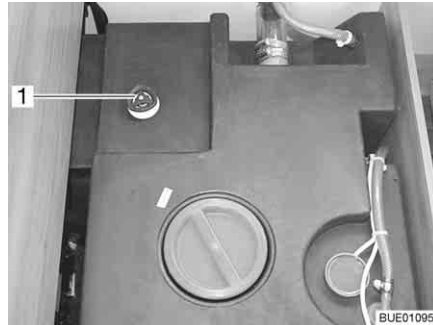

Bild 170 Vattentank med ratt
- Vrid ratten (Bild 170,1) på vattentanken medurs till stoppläget.
- Vrid ratten (Bild 170,1) på vattentanken moturs till motståndet. Vattnet rinner ut tills 60 liter är kvar.